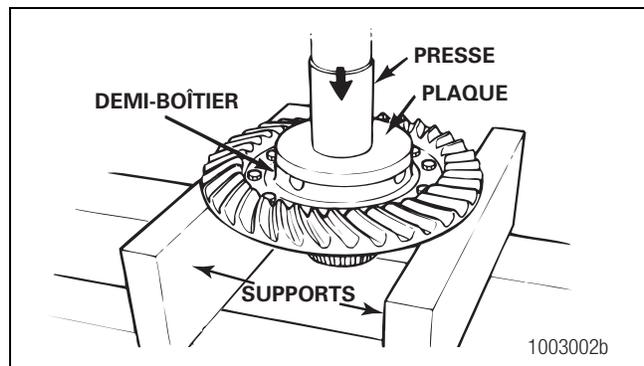

Figure 3.20
- Utiliser une presse pour séparer le demi-boîtier de la couronne. Placer la couronne en appui sur des blocs de métal ou de bois. Chasser le demi-boîtier à travers la couronne. Figure 3.20.